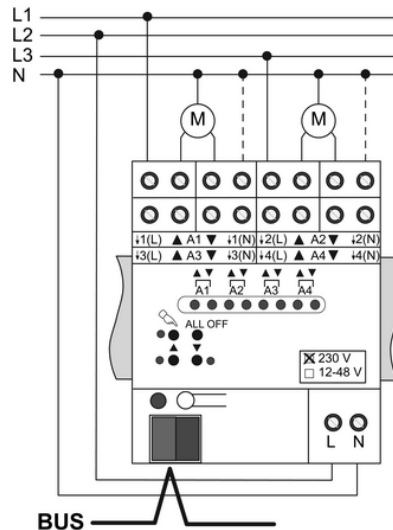

Bild 5
- Busleitung mit Anschlussklemme anschließen (Bild 5).
- Netzspannungsversorgung anschließen (Bild 5).
Für die betreffenden Ausgänge sind die zugehörigen N-Leiter angeschlossen (Bild 5).